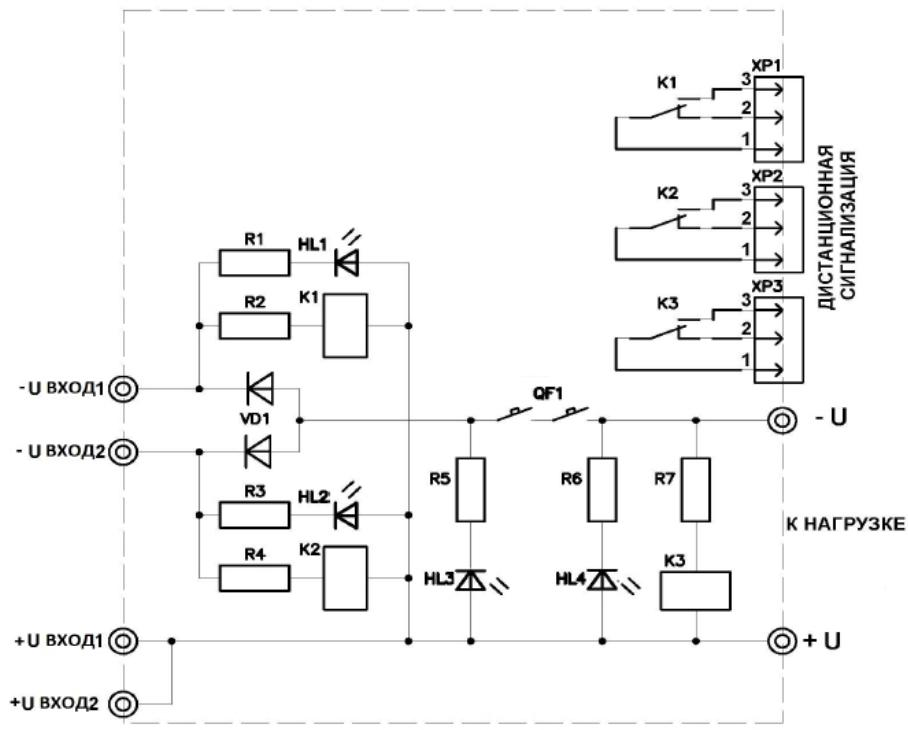

Рисунок 1 Схема подключения САВР с общим анодом.
1.2.5 Коммутация потребителей (нагрузка) осуществляется автоматическим выключателем (AB):
- по положительному полюсу (в схеме с общим катодом) смотри рисунок 1;